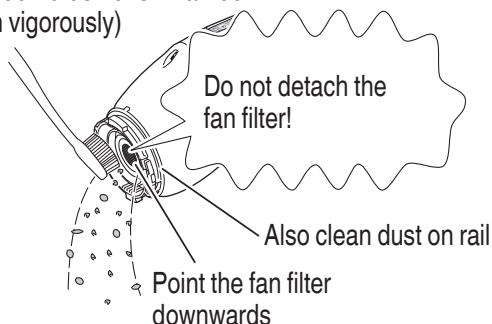

Fig. 27
2. Cleaning the fan filter (**Fig. 27**)